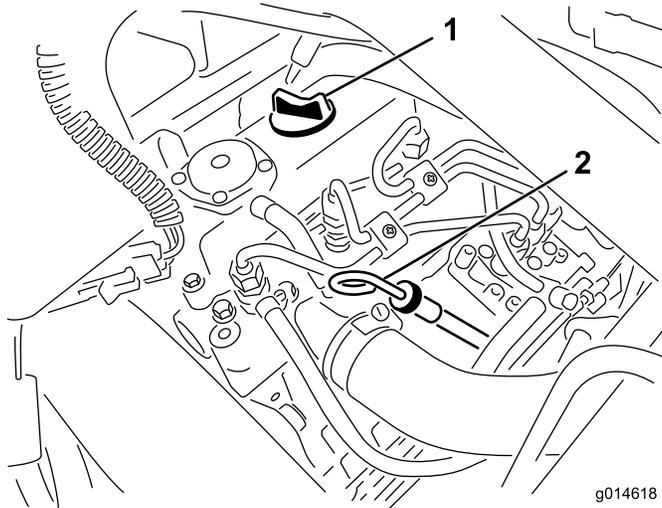

图28
2. 取出量油尺，用干净的抹布擦拭（图28）。将量油尺插入量油尺管道中，并确保它完全插入。从量油尺管道取出量油尺，查看油位。如果油位较低，请从气门室盖上拆下加油颈盖，然后**缓慢**添加足够机油，将油位水平提高到量油尺上的 Full（已满）标记。在此过程中应缓慢添加机油并不时检查油位。**切勿过量添加。**